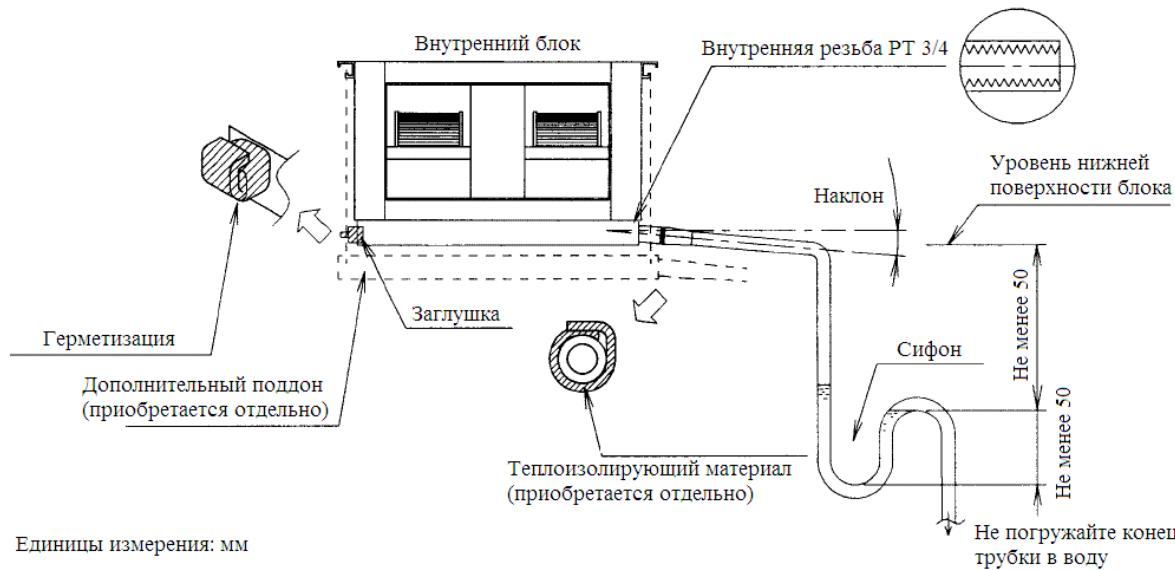

Рис. 11
- Смонтируйте систему в соответствии с Рис. 11.
- Дренаж осуществляется тем эффективнее, чем короче дренажная трубка. Начальный участок трубы должен иметь наклон. Фланец дренажной трубы внутреннего блока имеет внутреннюю резьбу РТ 3/4 (см. Рис. 11).
- После подключения дренажной трубы к блоку, оберните ее теплоизолирующим материалом по всей длине (см. Рис. 11).